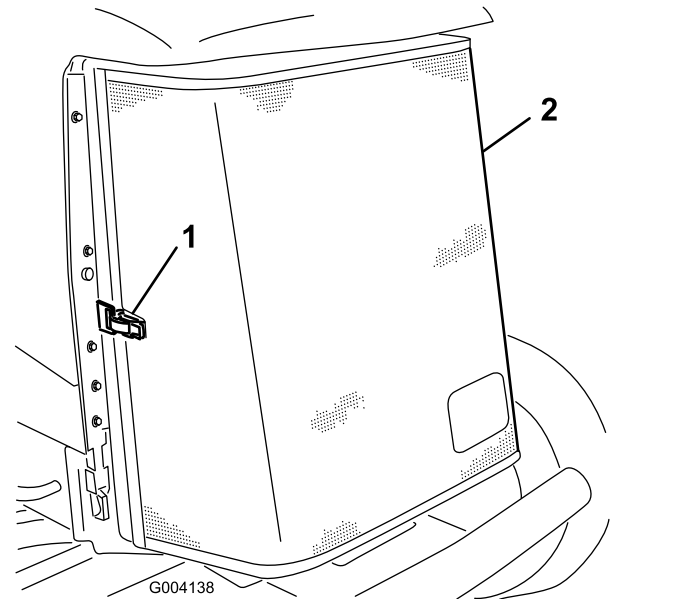

Figure 60
3. Déverrouillez le loquet et ouvrez la grille arrière (Figure 60).